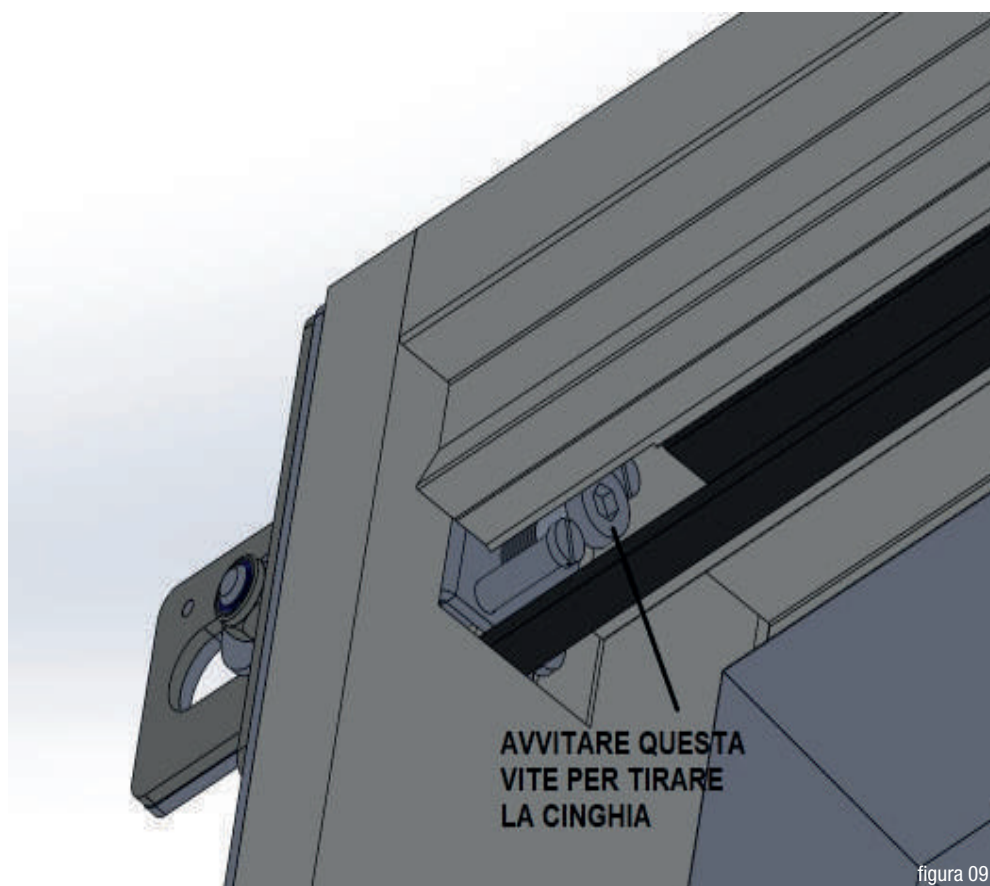

figura 09
- 3.** Dopo aver unito le estremità della cinghia, metterla in tensione agendo sulla vite M8, presente nel blocco “puleggia condotta” (vedi figura 09).